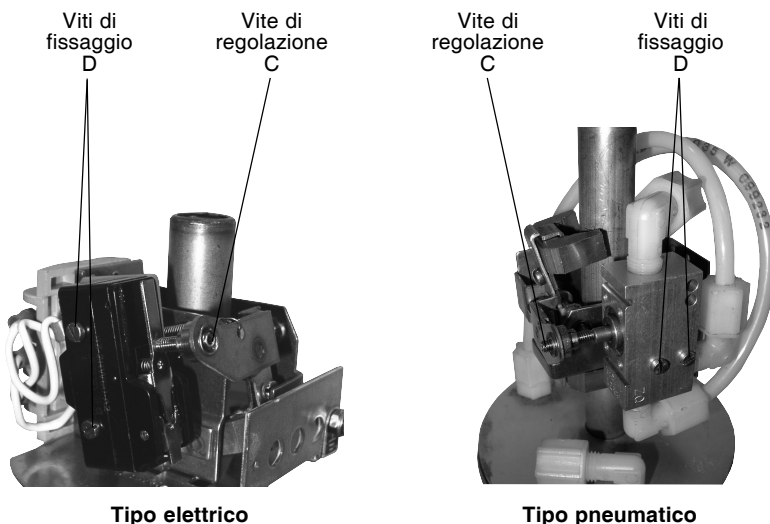

Fig. 2 - Interruttori elettrico e pneumatico
- 2 - Togliere le 2 viti di fissaggio "D" (vedi fig. 2 tipo elettrico) e rimuovere l'interruttore.
- 4 - Muovere manualmente il braccio porta-magnete assicurandosi che l'interruttore sia adeguatamente azionato cioè apra e chiuda regolarmente; agire se necessario sulla vite "C", vedere fig. 2 tipo elettrico.
- 2 - Togliere le 2 viti di fissaggio "D" (vedi fig. 2 tipo pneumatico) e rimuovere la valvola.
- 4 - Muovere manualmente il braccio porta-magnete assicurandosi che l'interruttore sia adeguatamente azionato cioè apra e chiuda regolarmente; agire se necessario sulla vite "C", vedere fig. 2 tipo pneumatico.